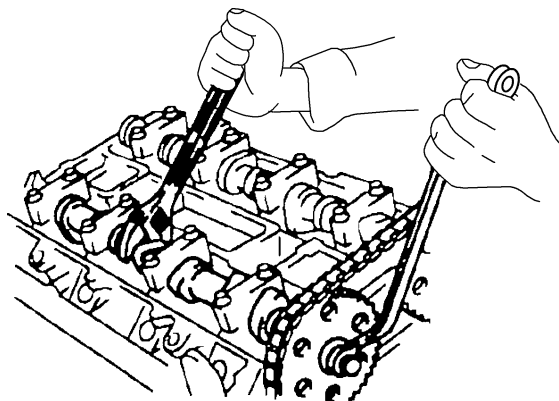

图 25-34 固定凸轮轴
- 1) 按照图 25-34 所示, 先用扳手把凸轮轴六角部位固定住, 使凸轮轴不能转动。